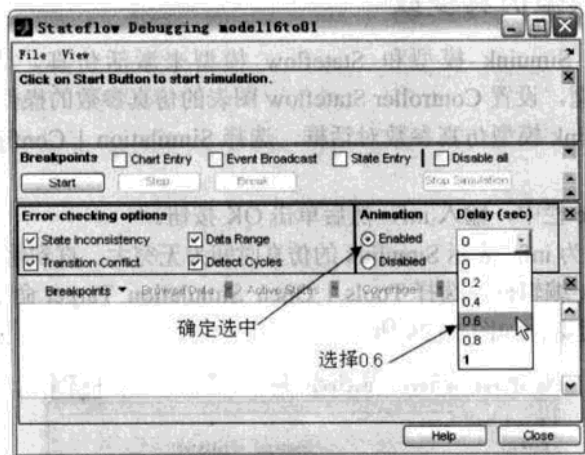

图 16.26 Stateflow Debugging 参数设置
- (6) 返回到 Simulation Target Builder 对话框, 单击 OK 按钮。
- (7) 在 Stateflow 编辑框, 选择 Tools | Debug 命令。
- (8) 在 Animation 内, 选中 Enabled 单选按钮, Delay (sec) 文本框设置为 0.6, 如图 16.26